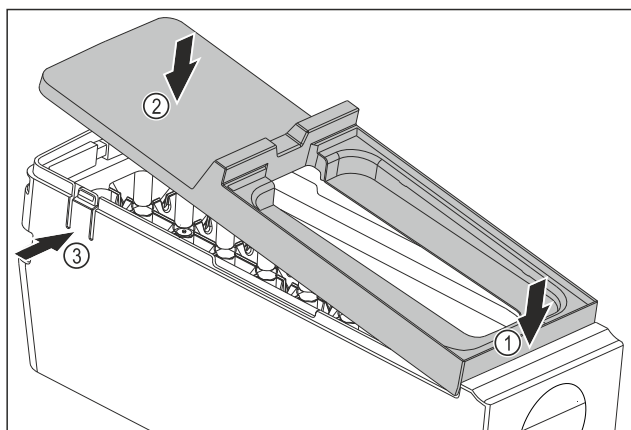

Fig. 168
- Monter le couvercle du corps de l'EasyTwist-Ice : Placer le couvercle à l'avant. Fig. 168 (1)
- Abaisser le couvercle à l'arrière. Fig. 168 (2)
- L'enclenchement du couvercle dans les deux languettes Fig. 168 (3) se fait entendre.